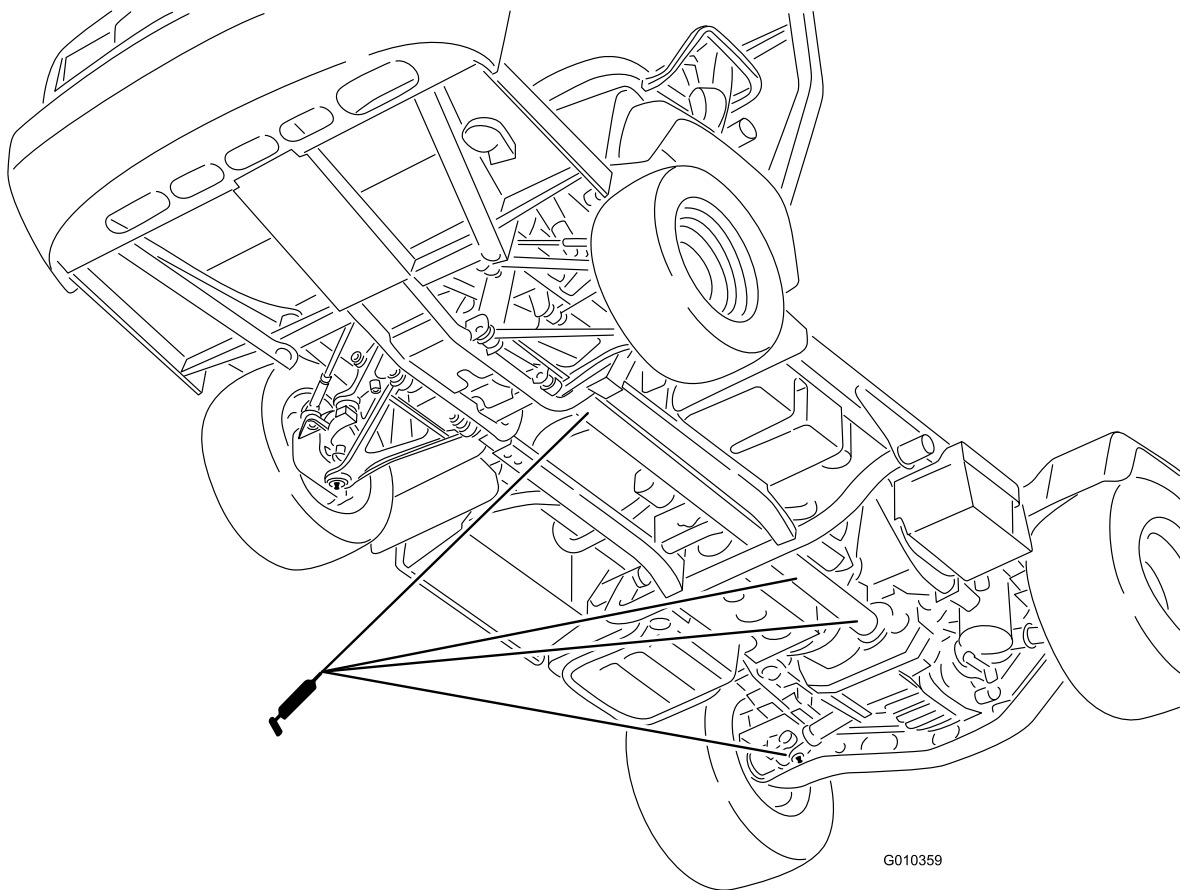

Figura 42
- Giunto a U (18) e albero della trasmissione integrale (3) (Figura 42)